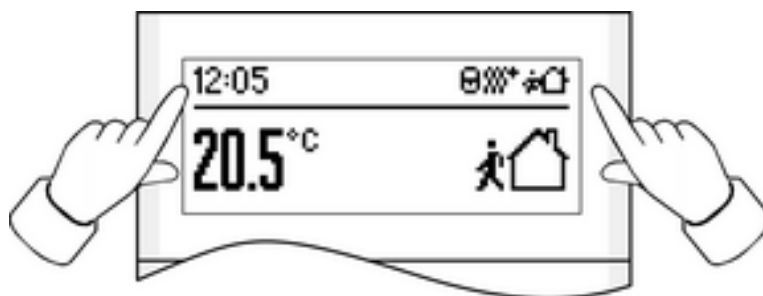

Рисунок 2
- Одновременно нажать обе кнопки рядом с индикатором (рисунок 2).